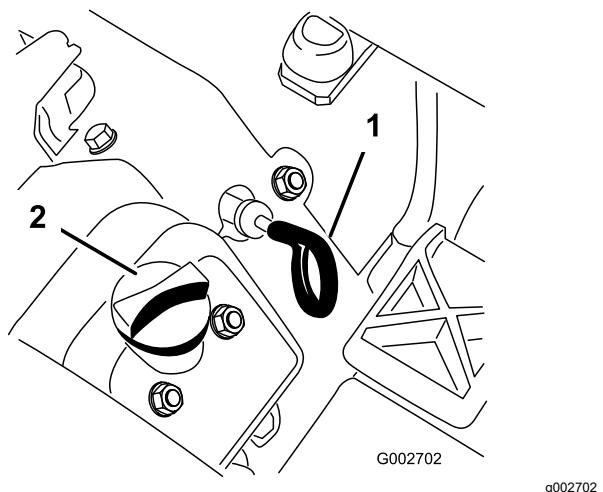

Figura 15
3. Estraete l'asta di livello (Figura 15) e asciugatela con un panno pulito.